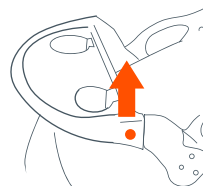

Fig. 10c
• **Pour ouvrir le plateau enfant :** appuyez sur le bouton de déblocage du support du plateau et pivoter le plateau en haut et vers la gauche (Fig. 10c).